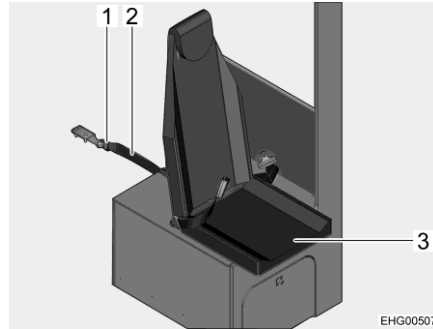

Bild 18 Säkra hopfällbar stol
- Sätt i säkerhetsremmen (Bild 18,2) i bälteåset (Bild 18,1) på B-stolpen.
- Fäll ned sittytan (Bild 18,3).